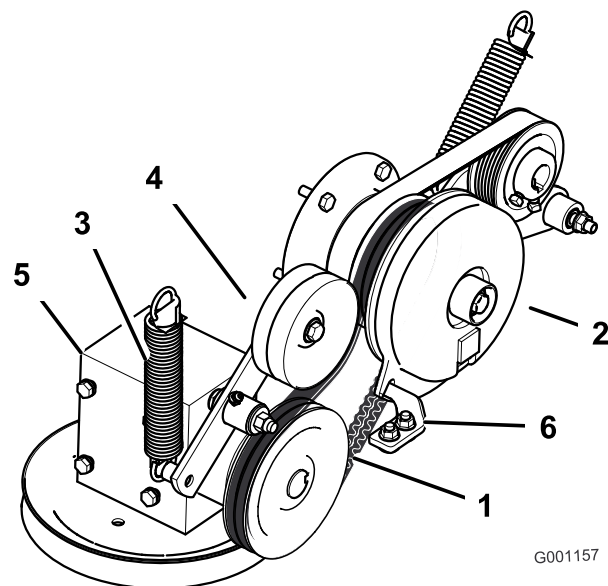

Figure 58
4. Décrochez le ressort du bras de la poulie de tension (Figure 58).
7. Montez la nouvelle courroie entraînement de PDF autour de la poulie dembrayage et de la poulie du boîtier dengrenages (Figure 58).
9. Raccrochez le ressort au bras de la poulie de tension (Figure 58).